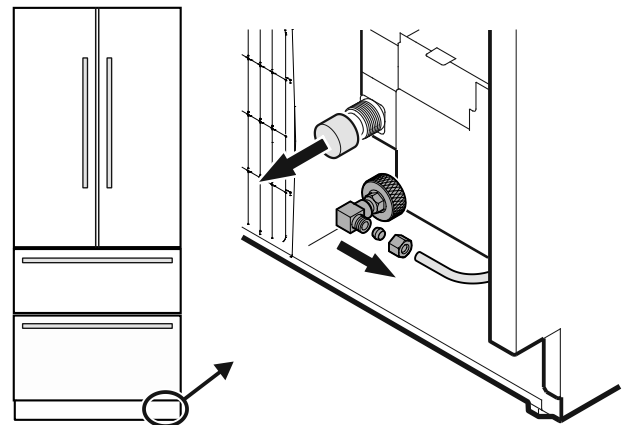

Figure 17
5. Retirer le couvercle de l'électrovanne (Figure 17).